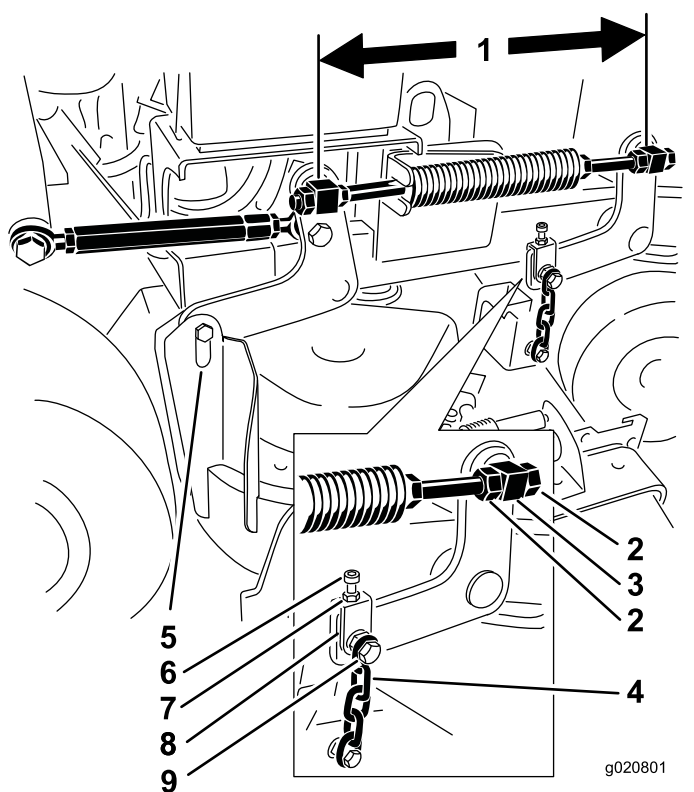

Figure 81
1. Mesurez la distance entre les centres des pivots (entraxe) sur chaque tige filetée (Figure 81).
2. Desserrez les écrous de blocage du pivot **avant** (Figure 81).
4. Resserrez les écrous de blocage du pivot **avant** (Figure 81).
4. Desserrez les écrous de blocage sur les pivots avant gauche et droit (Figure 81).
- Serrez les écrous de blocage sur les pivots avant gauche et droit (Figure 81).
- Desserrez les écrous de blocage du pivot avant gauche (Figure 81).
- Resserrez les écrous de blocage du pivot avant gauche (Figure 81).
- Desserrez les boulons de chaîne supérieurs (Figure 81).
- Desserrez les écrous de blocage sur chaque chape (Figure 81).
- Resserrez les écrous de blocage et les boulons de chaîne supérieurs (Figure 81).